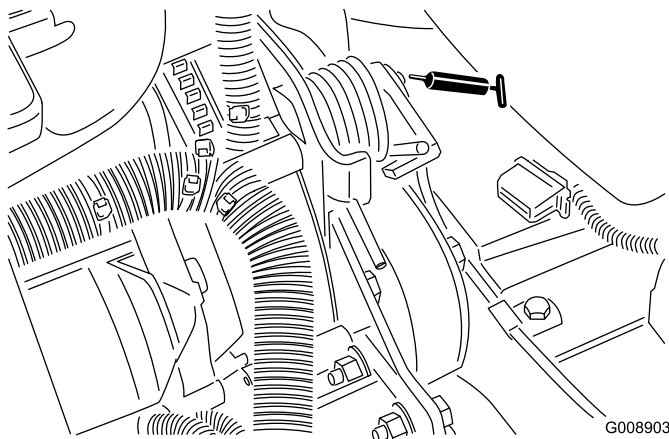

Bild 54
- Riemenspannungsdrehbüchse (Bild 54)